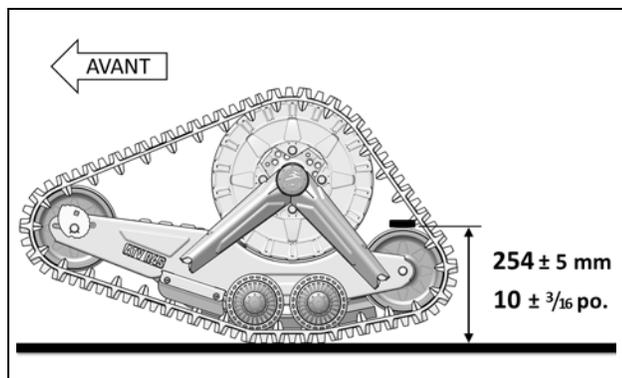

Figure 8
- Le réglage de l'angle d'attaque est correct lorsque la bulle est centrée dans le niveau. Contre-vérifier le réglage en validant la distance du dessus des pneus arrière au sol. Figure 8.
- Positionner une barre plate sur le dessus des pneus arrière du système de traction avant et mesurer à partir du sol jusqu'à la barre plate tel que montré à la Figure 8.